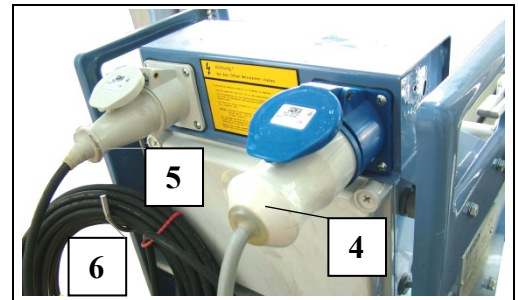

Fig. 32 Steckerleiste der Winde
- Das überschüssige Kabel sorgfältig aufrollen und am Haken (Fig. 32 Pos. 6) einhängen. - Sonst besteht Unfallgefahr durch Hängenbleiben oder Kabelbeschädigung.
- Seil (1) an der Seilwinde aus Federschlaufe (2) aushängen.
- An der Steuerflasche Taste AB drücken. - Genügend Seil abspulen, dabei Seil straffen, damit der Schlaffseilschalter (3) in Betriebslage bleibt.